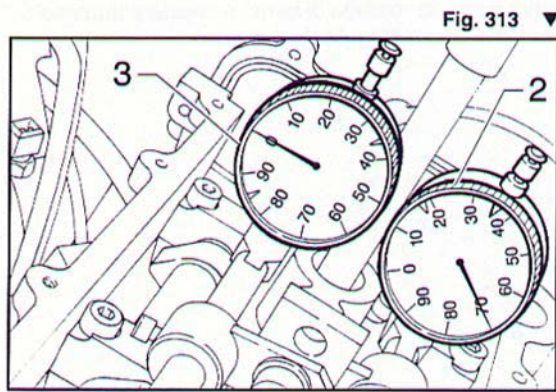

Fig. 313 ▼
- ruotando l'albero motore (Fig. 313):
- rotating the crankshaft (Fig. 313):